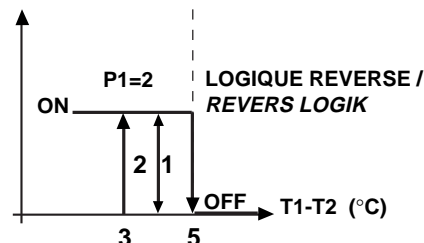

Fig.18
**Solution 1a:** NTC1 doit être installée sur l'entrée de l'eau si l'on pense qu'il est plus important de contrôler la température de l'entrée T1; ceci permet de signaler les alarmes, éventuellement retardées, de "Haute température à l'entrée T1. Par exemple avec  $NTC1=T1$ , le point de consigne correspond à ' $NTC1-NTC2$ ', c'est à dire ' $T1-T2$ ' et doit être égal à  $+5^{\circ}\text{C}$  ( $St1=5$ ). Le Mode de fonctionnement est 'Reverse' ( $C0=2$ ) étant donné que le régulateur doit activer les sorties à la diminution de la valeur ' $T1-T2$ ' qui tend vers 0. En choisissant un différentiel égal à  $2^{\circ}\text{C}$  ( $P1=2$ ), un seuil de haute température égal à  $40^{\circ}\text{C}$  ( $P26=40$ ) et un retard de 30 minutes ( $P28=30$ ), on a le fonctionnement décrit dans la figure 18.
**Lösung 1a:** Sie müssen NTC1 an den Wassereingang setzen, wenn Sie es für wichtiger halten den Temperatureingang T1 zu kontrollieren. Somit können die "Obere"-Temperaturalarme des Eingangs T1 oder die Verzögerungen angezeigt werden. z.B. mit  $NTC1=T1$  stimmt der Sollwert mit ' $NTC1-NTC2$ ' überein oder ' $T1-T2$ ' und müßte gleich  $+5^{\circ}\text{C}$  ( $St1=5$ ) sein. Der Funktionsmodus ist 'Reverse' ( $C0=2$ ), da der Regler die Ausgänge aktivieren muß, wenn sich der Wert ' $T1-T2$ ' (neigt 0 zu werden) vermindert. Wenn Sie eine Schaltdifferenz gleich  $2^{\circ}\text{C}$  ( $P1=2$ ), eine obere Temperatur-schwelle gleich  $40^{\circ}\text{C}$  ( $P26=40$ ) und eine Verzögerung von 30 Minuten ( $P28=30$ ) wählen, werden Sie den in Bild 18 aufgezeigten Betrieb haben.